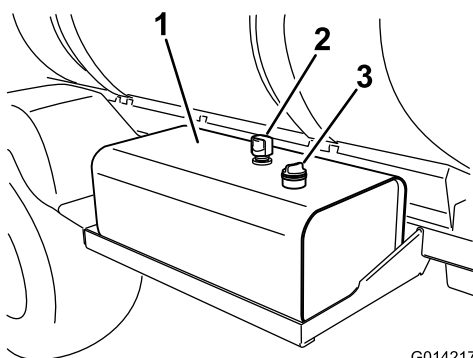

Figure 92
2. Nettoyez la surface autour du bouchon-jauge du réservoir d'huile hydraulique et enlevez-le (Figure 92).